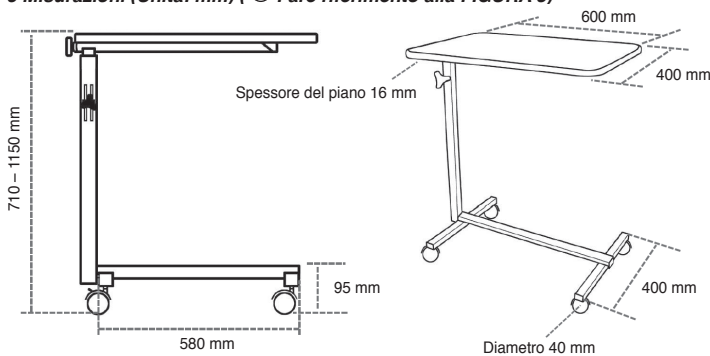

FIGURA 3 Misurazioni
**5 Misurazioni (Unità: mm) (ℹ Fare riferimento alla FIGURA 3)**